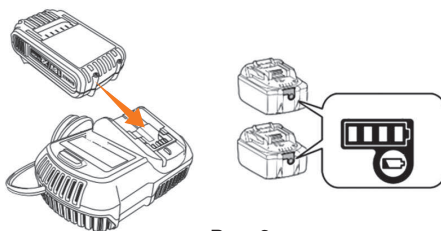

Рис. 9
1. Включите в сеть зарядное устройство, при этом на нем загорится индикатор зеленым светом, вставьте аккумулятор в зарядное устройство (Рис. 9).